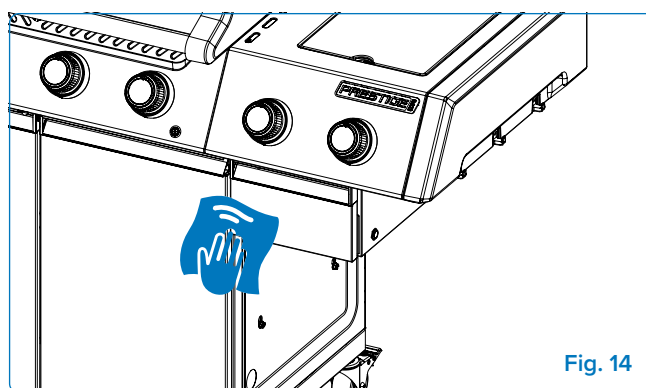

Fig. 14
7. **Limpie la caja del ahumador** – limpie las superficies interiores y exteriores con una mezcla al 50 % de agua tibia y vinagre de manzana utilizando una esponja. Esto elimina la creosota. Utilice un cepillo metálico o una esponja abrasiva para las acumulaciones más rebeldes. Evite el exceso de humedad cerca de las partes eléctricas (**Fig. 14**).